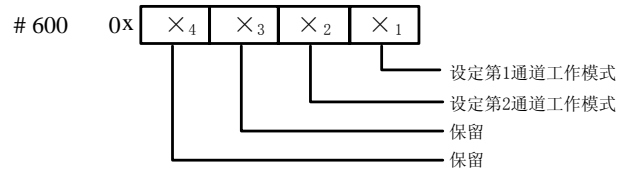

图 2-1 模式设定单元与通道对应关系
- BFM#600：模式设定单元。用于设定第 1 通道到第 2 通道的工作模式。具体对应关系如图 2-1 所示。